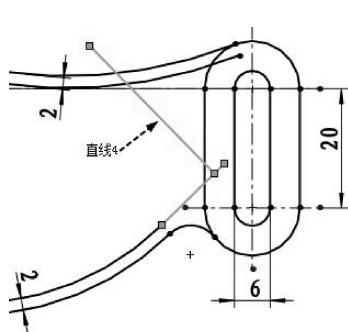

图 2-126 绘制直线 4
- 单击【直线】按钮 $\text{F}$ ，绘制第 4 条直线，利用垂直约束使直线 4 与直线 3 垂直约束，如图 2-126 所示。